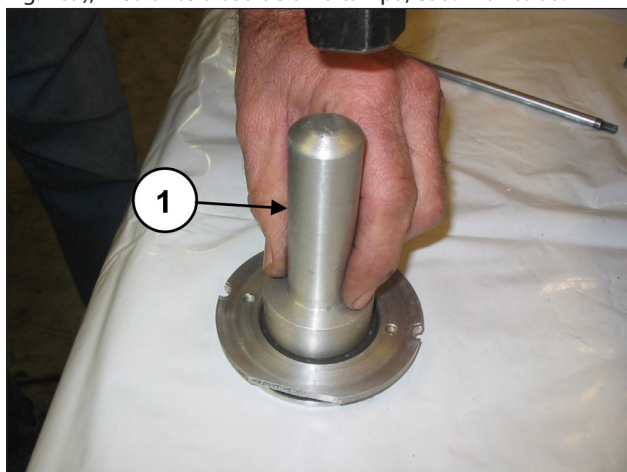

Fig. 169
Monte a vedação do óleo na cobertura da mesma (pos. ①, Fig. 169), mediante o uso de uma tampa, cód. 27910900.